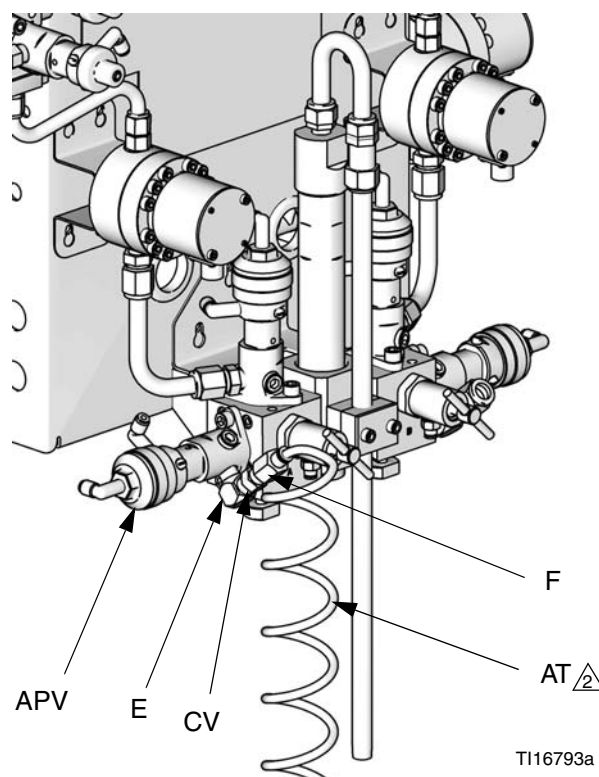

FIG. 9 : tuyau de purge de l'air d'alimentation et clapet antiretour
5. Consultez FIG. 9. Installez le coude (E) fourni, le clapet anti-retour (CV) et le raccord de tuyau (F) au niveau de l'entrée de la vanne de purge d'air (APV). Utilisez le tuyau d'air de purge long de 7,6 m (25 pi.) et d'un diamètre extérieur de 6 mm (1/4 po.) (AT, fourni) pour nettoyer, sécher l'air envoyé vers le raccord (F) au niveau de l'entrée de la vanne de purge d'air. Installez les filtres/dessiccateurs selon les besoins.